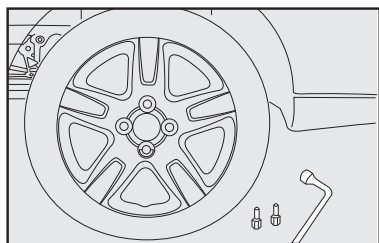

fig. 15
10) Apertar os parafusos utilizando a chave de roda específica **fig. 15**.